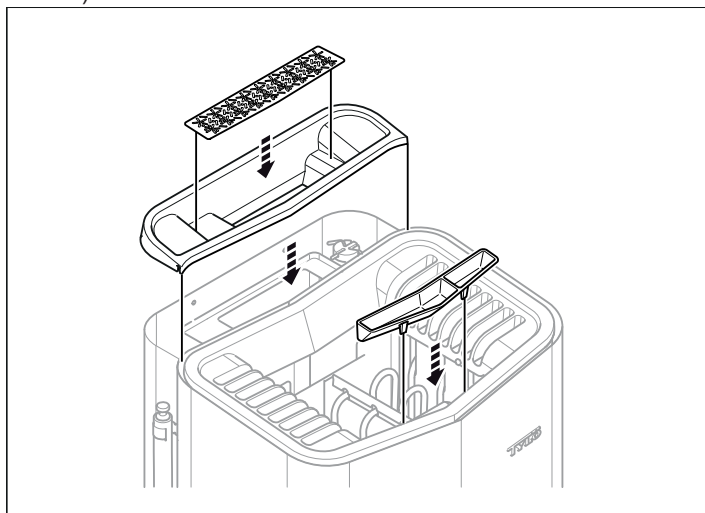

Fig. 14 : Montage du couvercle du réservoir d'eau, de la grille à herbes aromatiques et du récipient à parfum/l'humidificateur
11. Monter le couvercle du réservoir d'eau, la grille à herbes aromatiques et le récipient à parfum/l'humidificateur (voir Fig. 14).